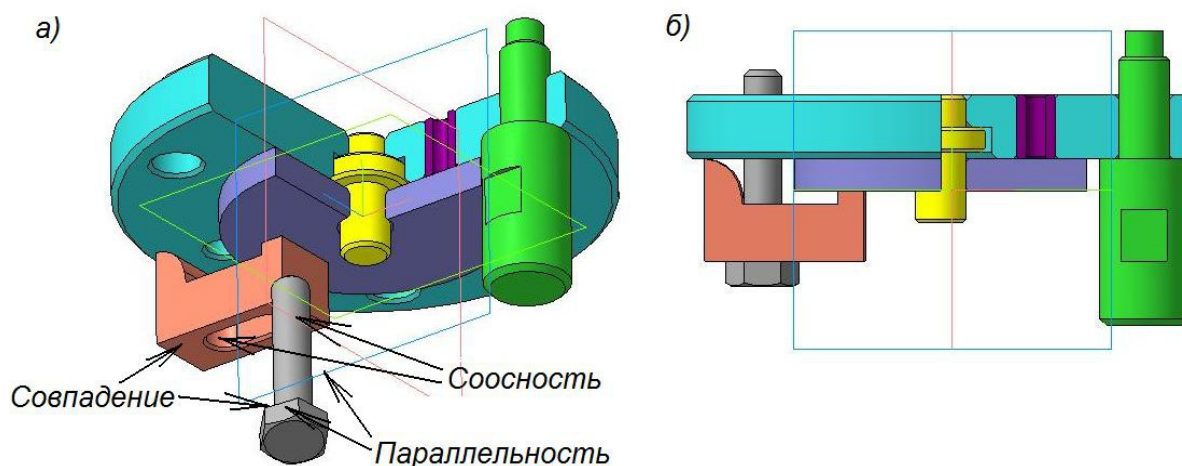

Рис. 4.11. Схема установки модели стандартного изделия «Болт» в модель сборочной единицы
3. Выполните соединение прижима и плиты с помощью болта (рис. 4.11):
- ➔ Постройте следы секущих плоскостей (рис. 4.11).